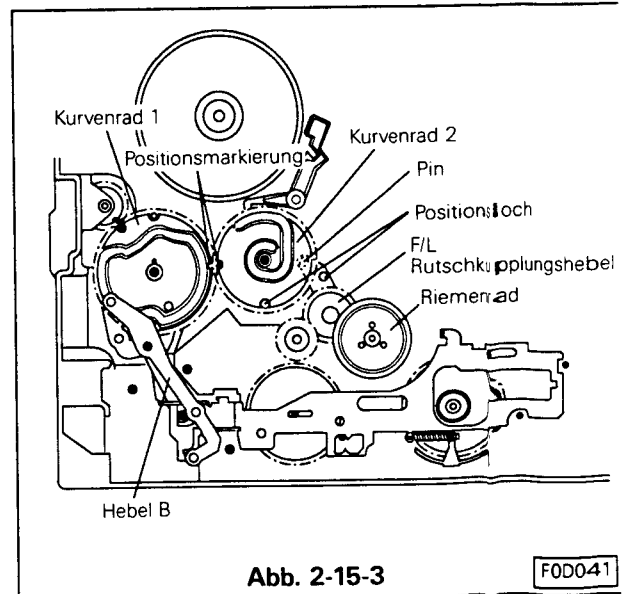

Abb. 2-15-3
- F. Den Hebel B so einsetzen, daß der Führungspin des Führungshebels sich in der Kurve des Kurvenrades 1 befindet. (Siehe Abb. 2-15-3). Den Hebel mit den Klemmrings sichern. Das Positionsloch des Hebels für die F/L Führungsrolle mit dem Positionsloch im Chassis in Übereinstimmung bringen. (Siehe Abb. 2-15-3)
- H. Die Markierung von Kurvenrad 1 und Kurvenrad 2 nebeneinanderstellen und das Positionsloch von Kurvenrad 2 über das Positionsloch des Chassis stellen. Das Kurvenrad 2 einbauen. (Siehe Abb. 2-15-3)